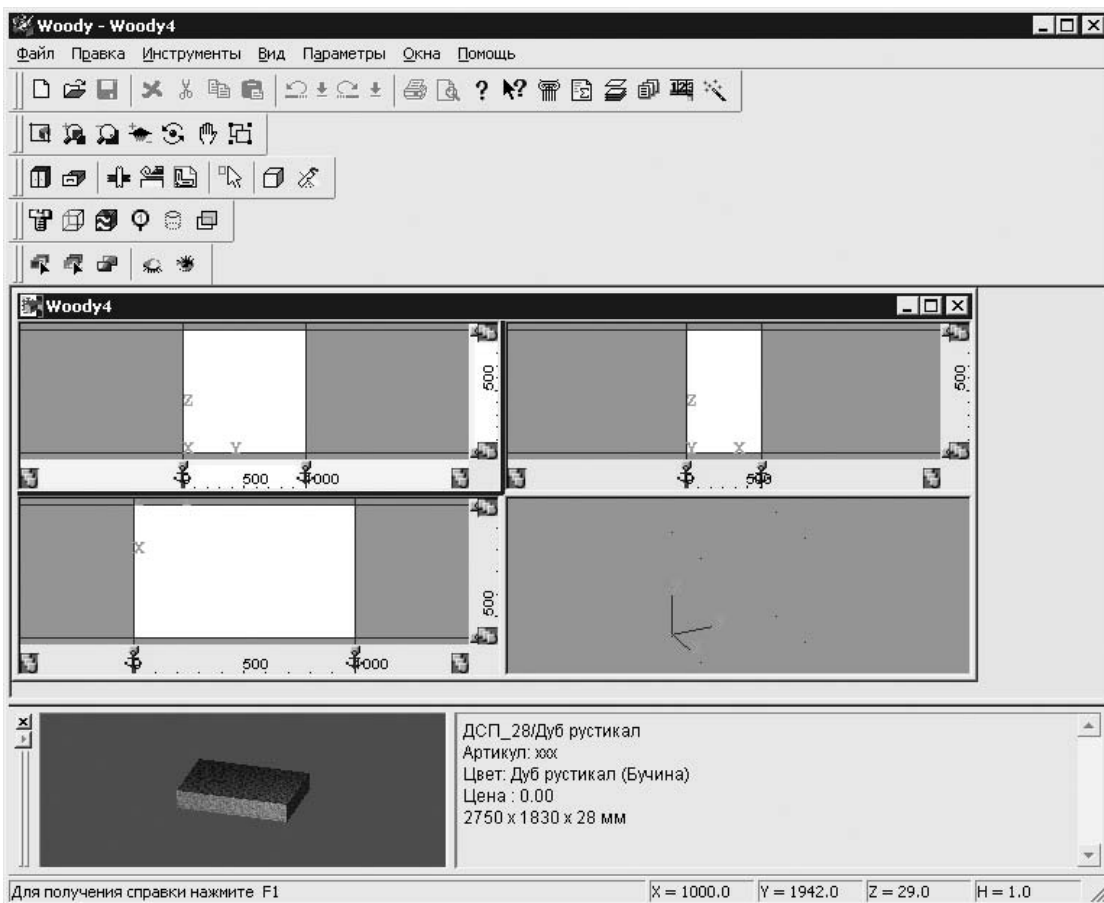

Рис. 6.22
3. В поле Название изделия ввести наименование создаваемого предмета, в полях ввода X, глубина (мм), Y, длина (мм) и Z, высота (мм) задать габаритные размеры и нажать кнопку ОК, чтобы закрыть окно. В главном окне программы в рабочей области появятся четыре окна с габаритными размерами заготовки для будущего предмета мебели (рис. 6.22). В дополнительной области внизу окна показана заготовка и содержится информация о материале изделия.